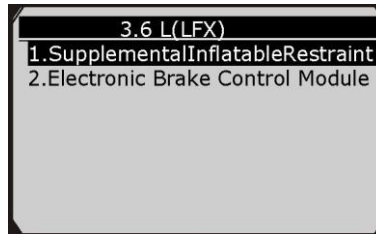

Рисунок 6-7
- 6) С помощью **кнопок прокрутки вверх/вниз** выберите необходимый блок управления в меню данных двигателя (для автомобиля марки **GM** выберите модель двигателя: **3.6 L(LFX)**), а затем нажмите **кнопку ОК**. См. рисунок 6-7.